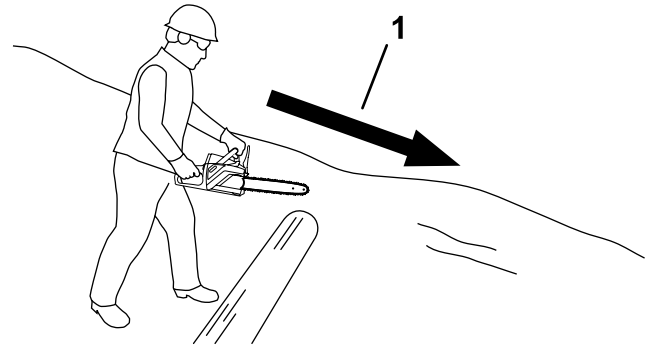

Figura 20
- Se o tronco estiver num declive, fique sempre no lado superior do tronco (Figura 20).